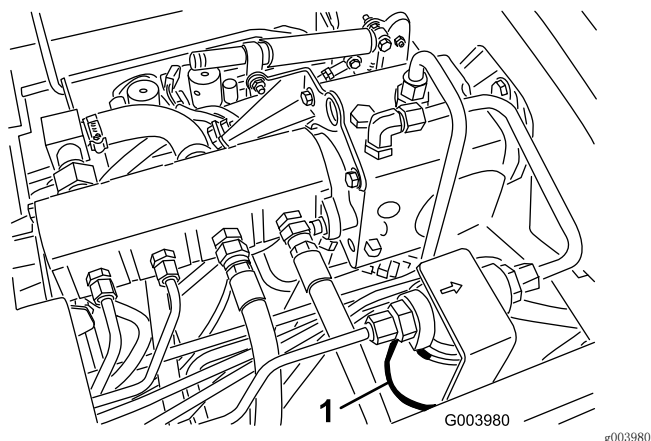
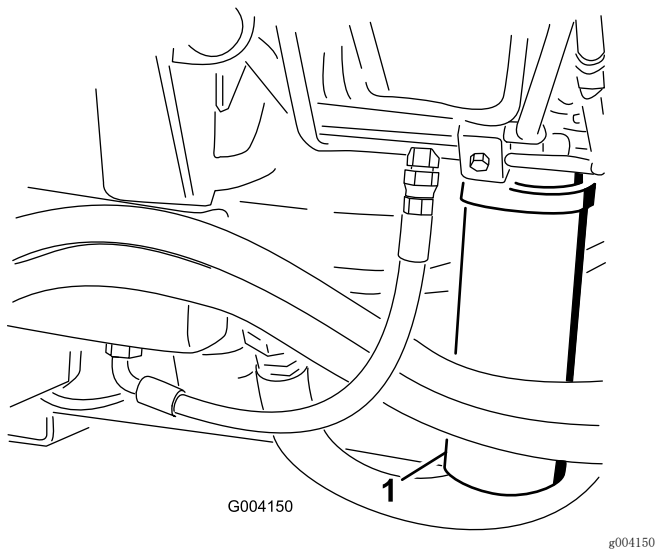

图71
图72
2. 清洁过滤器安装区域的周围，并在过滤器下面放置一个大放油盘（图71）和（图72）。